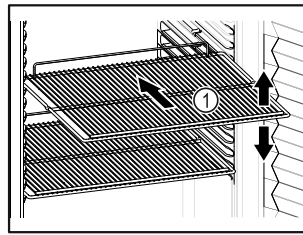

Fig. 53 Atvaizdo pavyzdys
- Jei pastatymo grotelės Fig. 53 (1) galima perkelti, pritaikykite atsizvelgdami į aukštį.